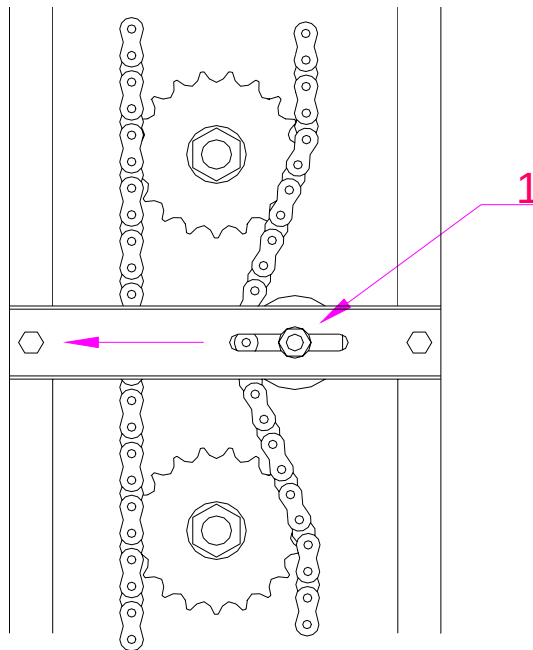

Fig.9
b) avvitare leggermente la vite (1) Fig 9 e spostare il tenditore a fianco, ricollegare il tenditore premendo la vite (1) quando la catena è in tensione.